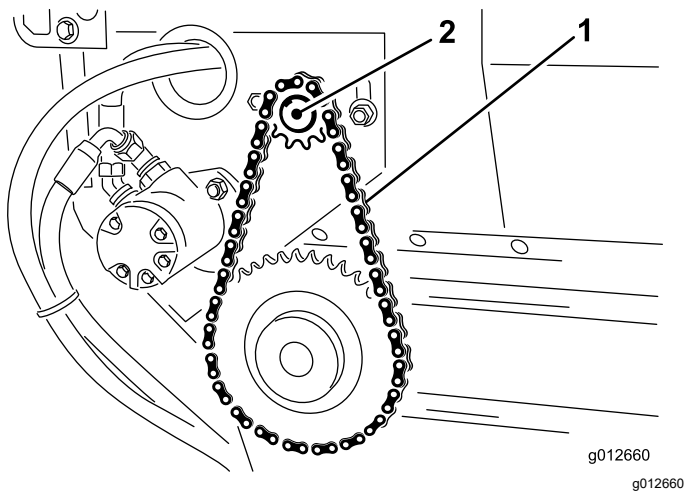

Figura 24
3. Allentate i bulloni e i dadi che fissano il gruppo ruota dentata e motore al telaio principale (Figura 24).
4. Ruotate il gruppo motore e ruota dentata (Figura 24) nelle scanalature di montaggio sinché la catena del nastro trasportatore non si flette di 3,2 mm.
5. Serrate i bulloni di fissaggio (Figura 24).